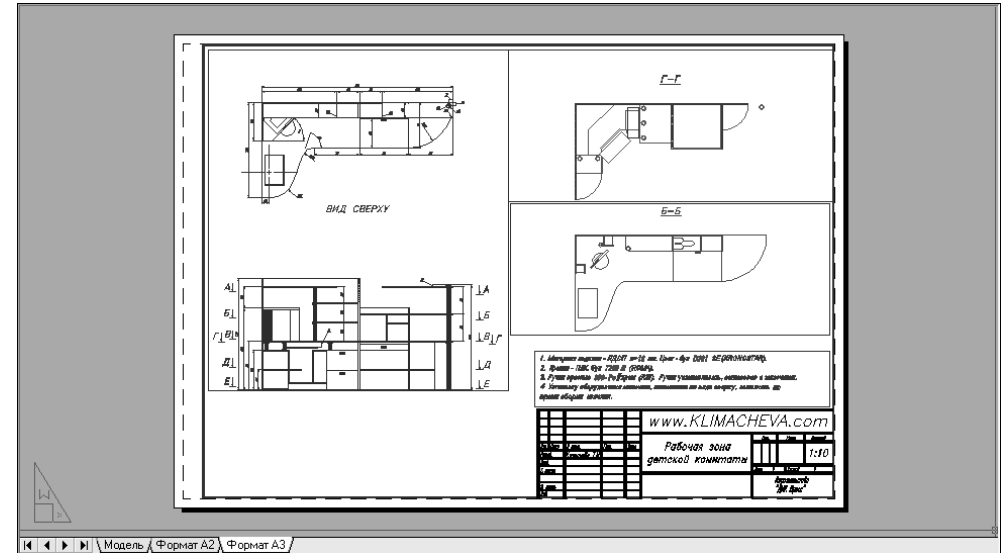

Рис. 13.34 ▼ Лист компоновки **Формат А3** после создания и настройки всех видовых экранов
5. В нижнем видовом экране разместите текст технических требований, установив для него масштабный коэффициент **0.1хр**. После корректировки видовых экранов лист компоновки должен выглядеть так, как показано на рис. 13.34.